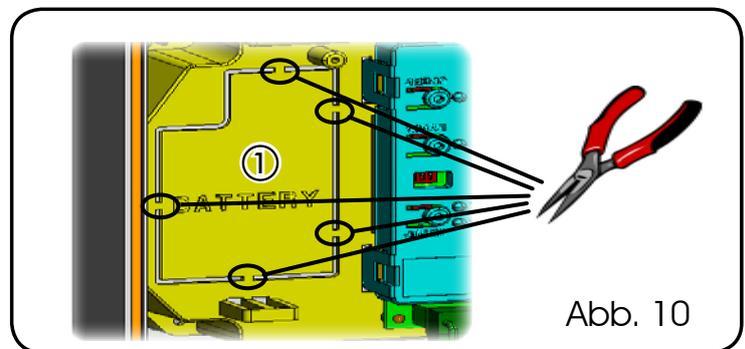

Abb. 10
Diese Halterung (Bez. ①, Abb.10) wurde so ausgebildet, dass die Öffnung des Batteriefachs möglich ist.